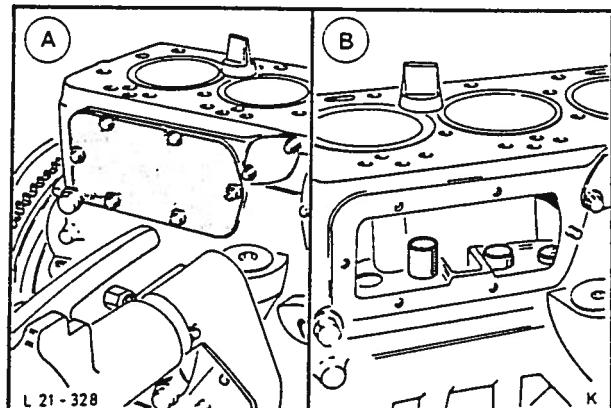

Fig. 46 A - Demontering av sidedeksler
16. Demonter sidedekslene på motorblokken (10 bolter, 2 muttere) og ta ut ventillofterne, fig. 46. Sett dem på et egnat sted i riktig rekkefølge.